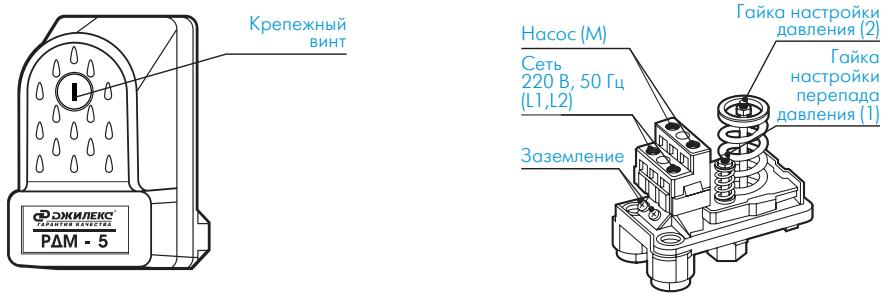

Рисунок 3
После монтажа и сборки всех элементов проверьте герметичность всех соединений. Течь не допускается. КРОТ готов к работе (рисунок 3).
- отвинтить крепежный пластмассовый винт (см. рисунок 3), снять крышку реле.